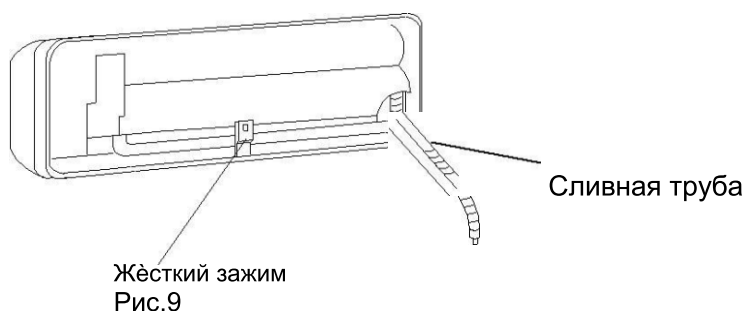

Рис.9
2. Правая схема приведена для положения сливного шланга. См. рис. 9.
2. Подсоединение левой задней трубки (аналогично левой нижней трубке). (дополнительно, см. рис. 9)